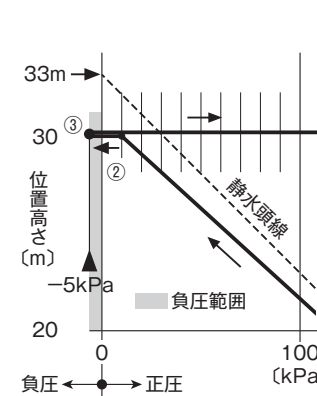

図3 管内圧力が負圧の部分
は、基準点①~戻り立管②~ポンプ吸込み③までの抵抗が掛かり、ポンプ吸込み側が部分的に負圧になります(図3)。このような状況は中長期的には好ましくなく、本来は避けるべきです。